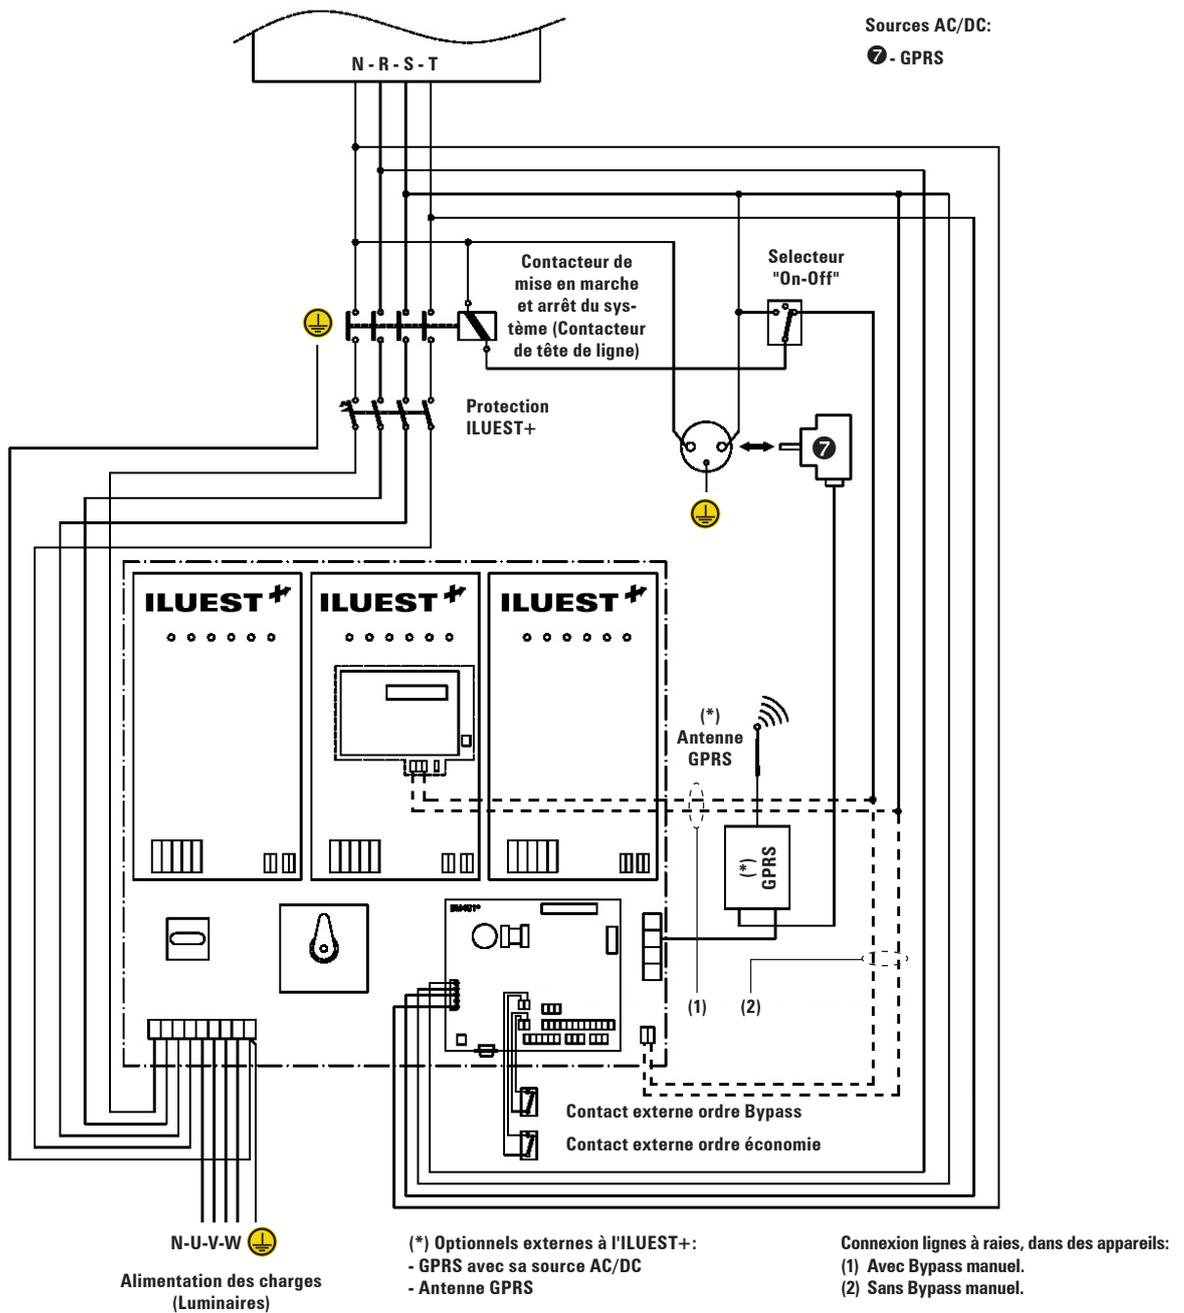

Fig. 22. Schéma connexion exécution (OEM) triphasé.
- Pour des appareils triphasés, prendre les 4 fils (trois phases et neutre) provenant du réseau et avant le contacteur de tête et les connecter aux cosses respectives identifiées sur l'unité BM491\*, en respectant l'ordre des phases et du neutre (Cf. figure 22).